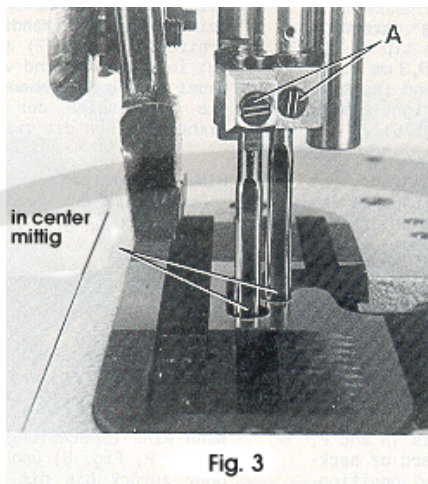
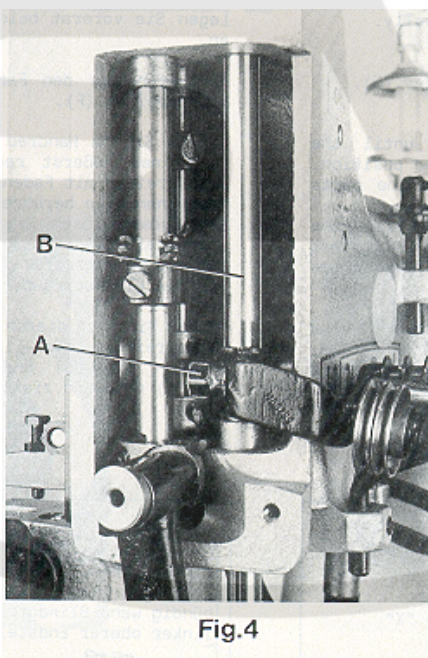

Fig. 3
Fig. 4
Before adjusting the machine insert a new set of needles with the shank as far as possible into the needle holder. The long groove of the needles must point to the front (towards the operator). Tighten the set screws (A, Fig. 3) on the tapered fastening flats of the needle shanks.
Remove the face cover and the finger guard left on the machine head as well as the upper feed dog and the presser foot. Rotate handwheel in operating direction and check if the needles center in the associated needle holes of the throat plate (see Fig. 3). If not loosen clamp screw (A, Fig. 4) in the needle bar connection and turn the needle bar (B) accordingly. Retighten screw (A.).
If an adjustment is necessary loosen clamp screw (A, Fig. 4) in the needle bar connection and move the needle bar (B) up or down, as required. Care should be taken not to disturb the alignment of the needle bar when making this adjustment. Retighten clamp screw.
Setzen Sie vor dem Einstellen der Maschine einen Satz neuer Nadeln so ein, daß der Nadelkolben oben im Nadelhalter anstößt und die lange Rinne der Nadeln nach vorne (zur Bedienungsperson) zeigt. Ziehen Sie die Gewindestifte (A, Fig. 3) auf der konischen Befestigungsfläche am Nadelkolben fest.
Entfernen Sie den Abschlußdeckel und den Fingerschutz links am Maschinenkopf, sowie den Obertransporteur und den Drückerfuß. Drehen Sie das Handrad in Nährichtung und prüfen Sie, ob die Nadeln mittig in die zugehörigen Stichlöcher der Stichplatte einstechen (siehe Fig. 3). Wenn nicht, lösen Sie die Klemmschraube (A, Fig. 4) im Nadelstangenmitnehmer und drehen die Nadelstange (B) entsprechend. Ziehen Sie die Schraube (A) wieder an. **HINWEIS:** Zum Ausrichten der Nadelstange kann anstelle der Stichplatte die Testplatte Nr. 040 37006 0000 verwendet werden. Die Testplatte ist gegen zusätzliche Bestellung und Berechnung lieferbar.
Ist eine Einstellung notwendig, lösen Sie die Klemmschraube (A, Fig. 4) im Nadelstangenmitnehmer und schieben Sie die Nadelstange (B) entsprechend nach oben oder unten. Beachten Sie, daß bei dieser Einstellung die Ausrichtung der Nadelstange nicht verändert wird. Ziehen Sie die Klemmschraube wieder an.